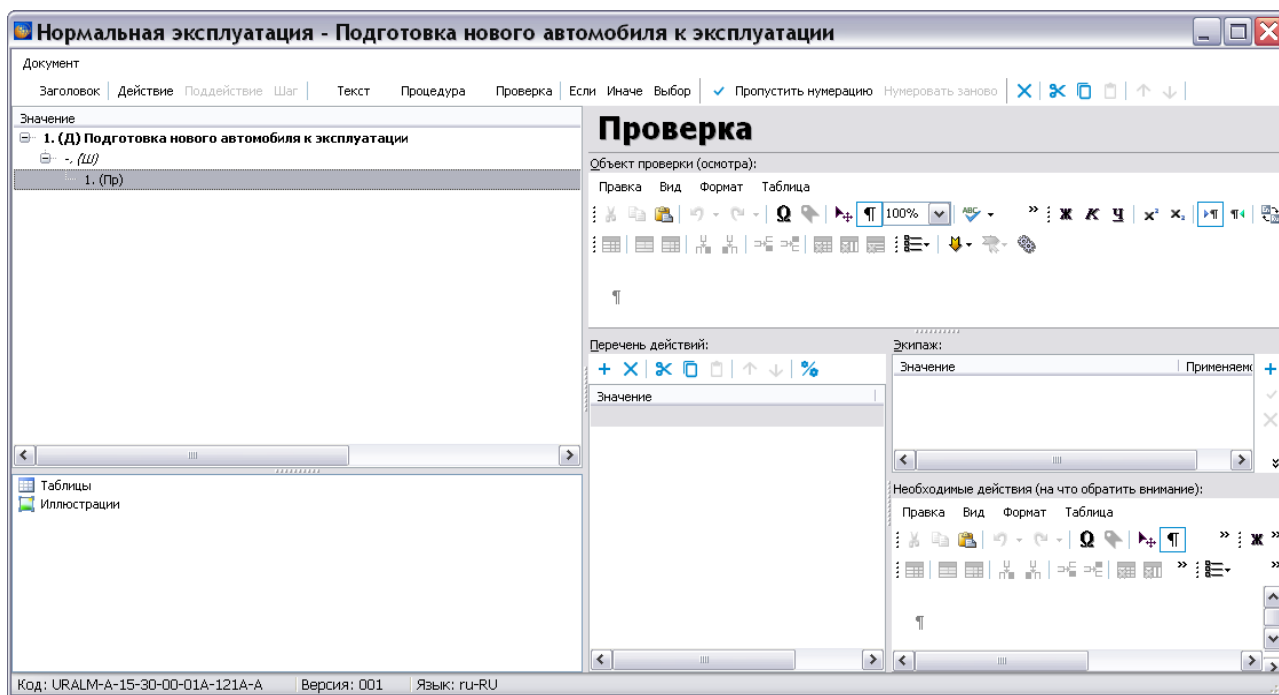

Рисунок 494
1) В левом верхнем окне редактора выделите созданный шаг и нажмите на кнопку **Добавить проверку** Проверка. В дереве значений появится обозначение проверки. В правом окне редактора появятся параметры для описания проверки (рисунок 494).